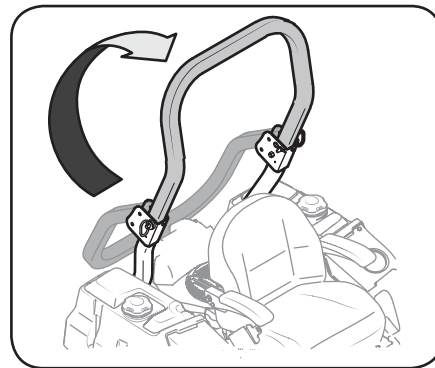

Figure 2-3
1. Retirez les axes de chape et les goupilles fendues qui retiennent la structure de protection en place. Voir Figure 2-3.